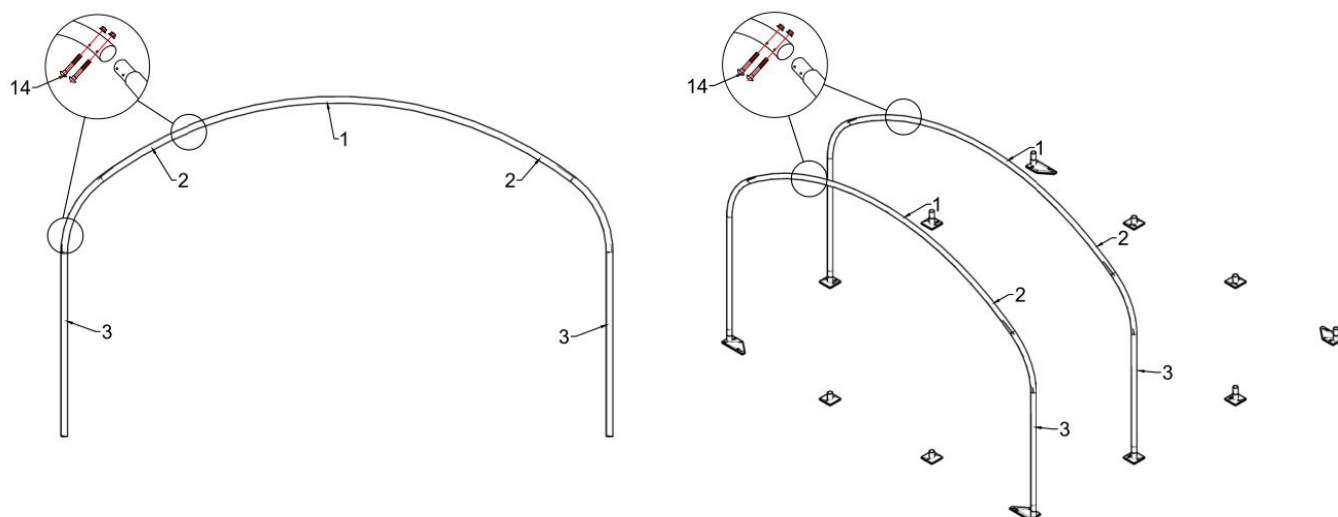

Figure 3
2. Assemblez le premier groupe d'arceaux comme indiqué à la figure 3. Reliez le tube cintré pour mur latéral (**no 2**) et le **pied vertical** (no 3) à l'aide de boulons à tête ronde M8*80 (no 14).